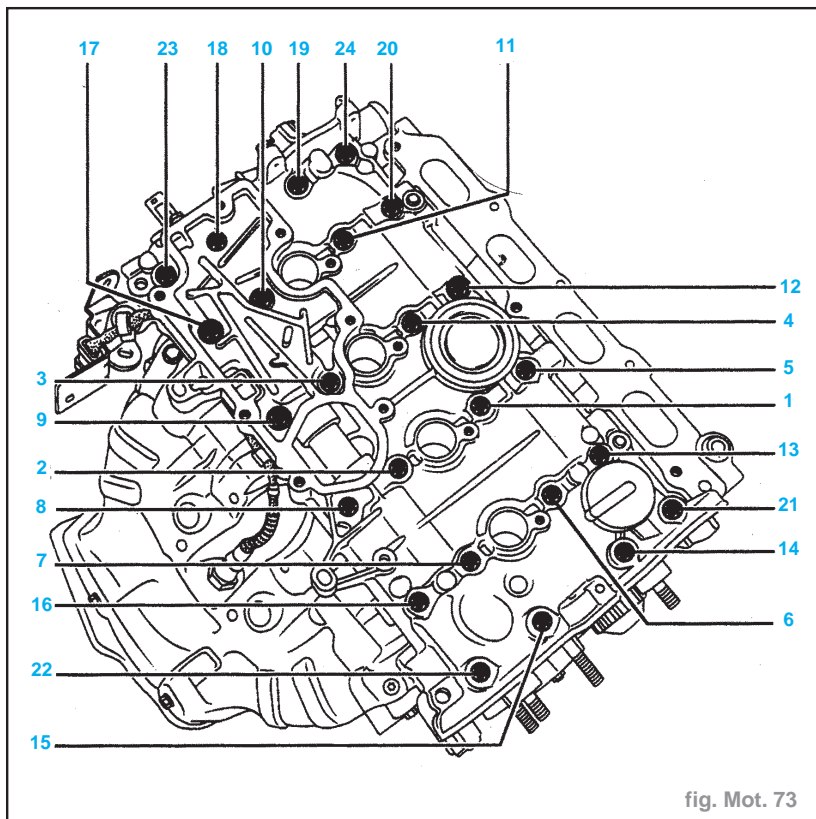

fig. Mot. 73
- Reposer le couvercle de culasse en le serrant au couple (fig. Mot. 73).